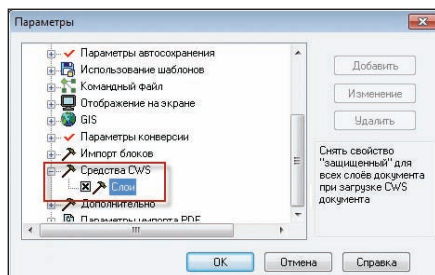

Рис. 27. Диалоговое окно *Параметры*
- появилась возможность размораживать слои во время загрузки CWS-документа (рис. 27);